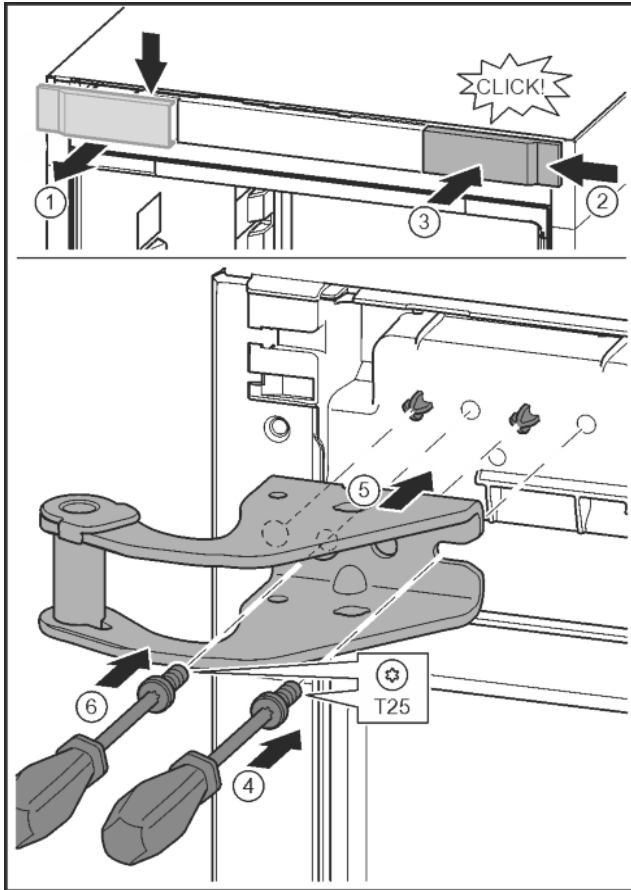

Fig. 10
- Afdekking met behulp van een schroevendraaier losmaken en zijdelings eraf halen. Fig. 10 (1)
- Afdekking 180° gedraaid op de andere kant van rechts aanbrengen. Fig. 10 (2)
- Afdekking vastklikken. Fig. 10 (3)
- Schroef met schroevendraaier T25 aandraaien. Fig. 10 (4)
- Bovenste lagerbus plaatsen. Fig. 10 (5)
- Schroef vastdraaien. Fig. 10 (4)
- Schroef met schroevendraaier T25 aanbrengen en vastdraaien. Fig. 10 (6)